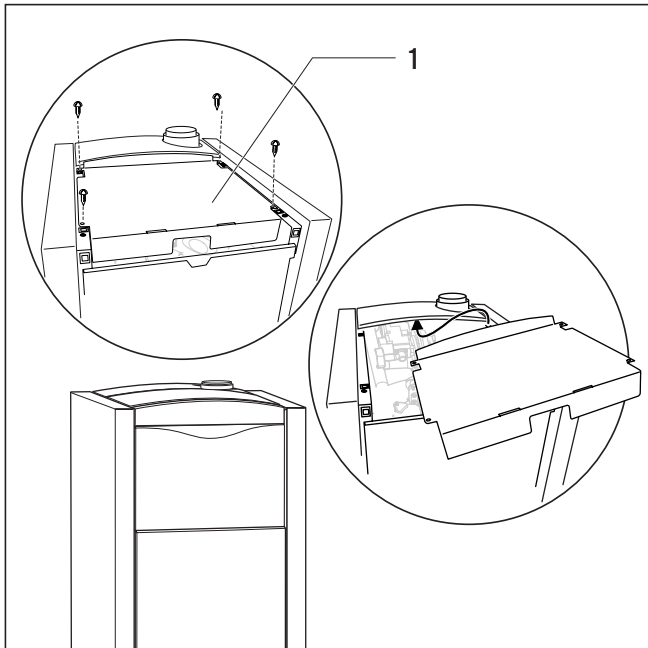

Abb. 4.1 Abdeckblech im VKK 476 und VKK 656
- Zum Anschluss des Gasrohres bei der 47 kW und 65 kW Variante muss das Abdeckblech (1, Abb. 4.1) demontiert werden.